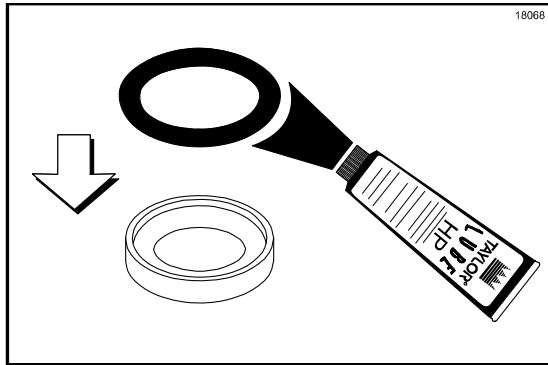

Abbildung 87
1. Den Runddichtring der Dichtung schmieren und in die Dichtung einsetzen. (Siehe Abbildung 87.)